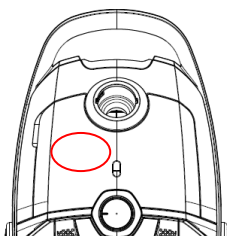

Fig 10
1. Sostituire il sacchetto per la polvere: quando l'indicatore di polvere piena diventa rosso o si nota una perdita di aspirazione, è tempo di svuotare il sacchetto per la polvere o sostituirlo con un nuovo sacchetto. (Fig 10)